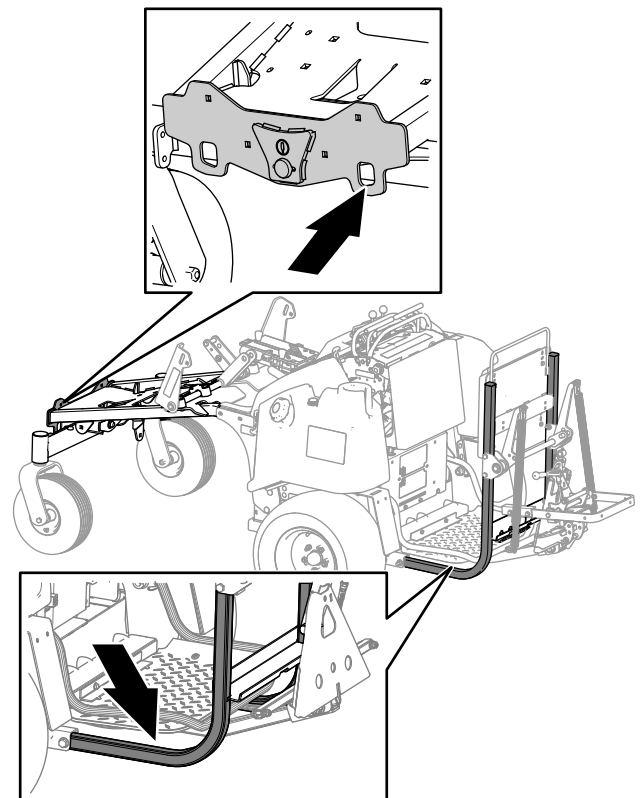

図 61
8. 前フレームおよび後部アタッチメントフレームを利用して機体をロープやチェーンなどで固定する 図 61。